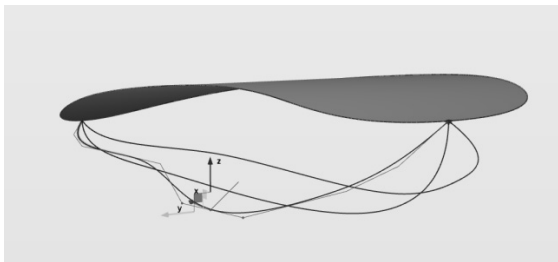

图 3-116 调整等参线控制点
5) 再次选择前面步骤中提取到的等参线, 激活“编辑参数”模式。对等参线上的控制点进行位置调整, 调整时请尽量选择中段控制点, 如图 3-116 所示。